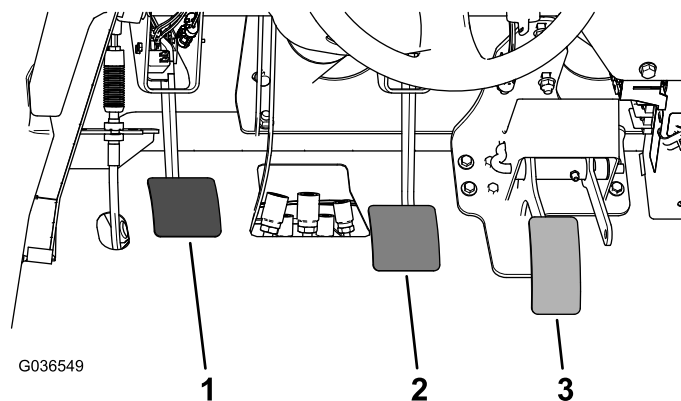

**Figura 60**
1. Retire o perno de gancho e o passador de forquilha que fixam a culatra do cilindro principal ao ponto de articulação do pedal de travão (Figura 60).